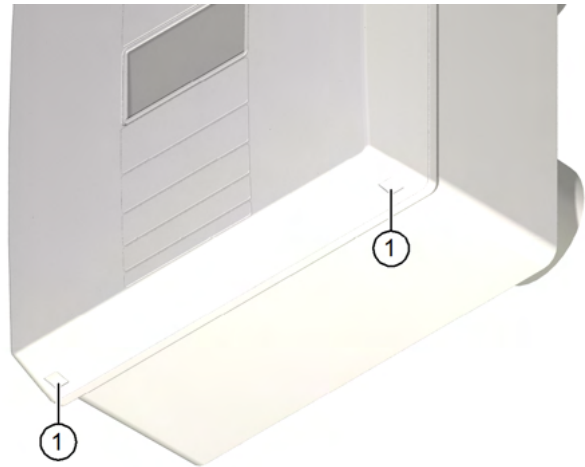

Abb. 19: Deckel vom Lüftungsgerät abnehmen
- ▶ Drücken Sie mit beiden Daumen auf die beiden Rasthaken (Pos. 1 in Abb. 19) an der Unterseite des Lüftungsgeräts. Der Deckel löst sich.